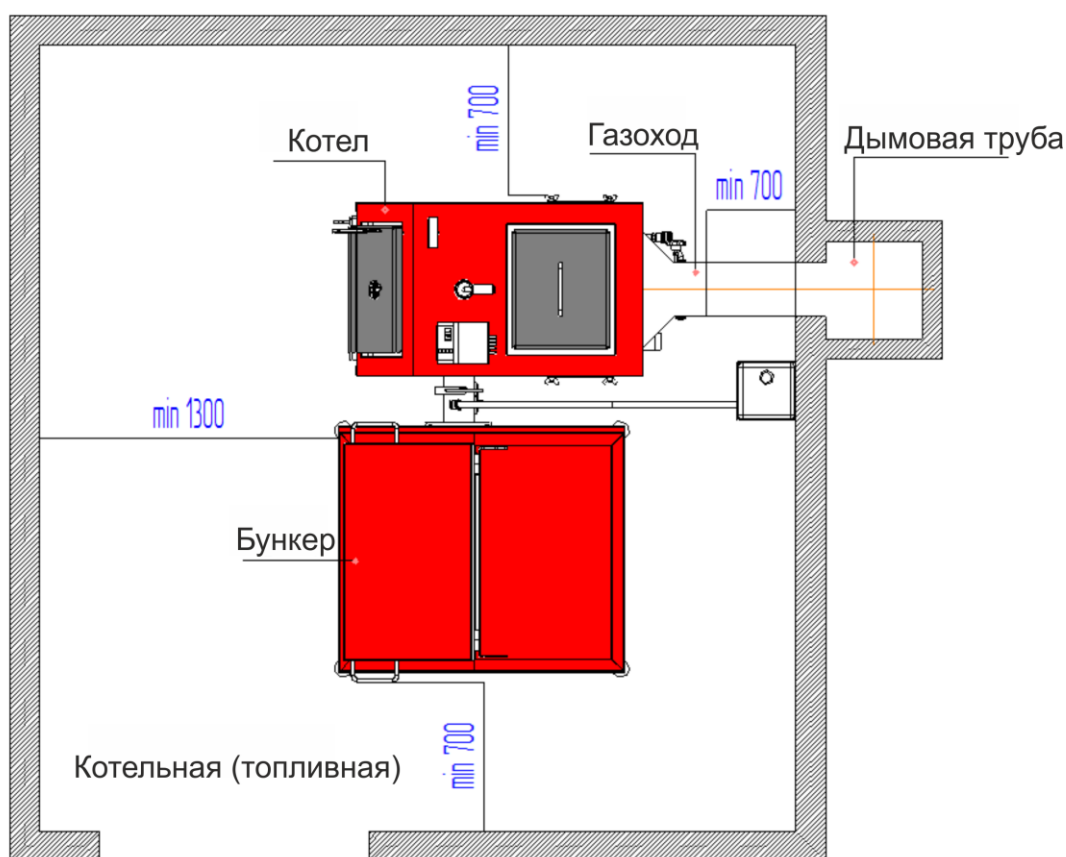

Рис.5 Схема установки котла в котельной (топливной)
7.6.8. Котел поставляется в собранном виде и не нуждается в специальном фундаменте, однако необходимо установить его на ровную горизонтальную поверхность из негорючих материалов. Во время установки котла необходимо обеспечить доступ к нему таким образом, чтобы стены котельной (топливной) не мешали загрузке топлива, чистке топки котла, а также доступа к вентилятору (см.Рис.5).